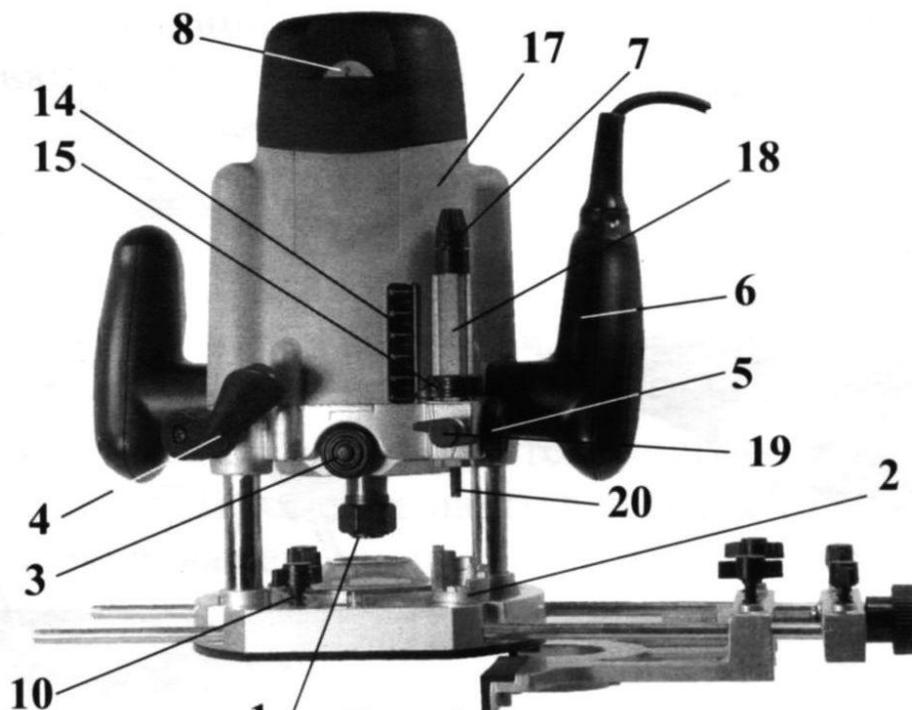

Рис. 1. Вид спереди
4.1. Общий вид машины представлен на рис. 1, 2.